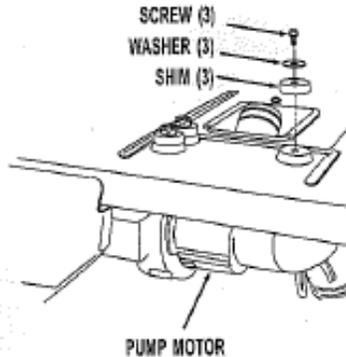

FIGURE 3
5. Support the failed pump motor in one hand and remove the three (3) screws securing the failed pump motor to the cabinet. Discard the screws, washers and shims removed. DO NOT USE THE OLD SCREWS, WASHERS AND SHIMS TO INSTALL YOUR NEW PUMP MOTOR. See figure 3.
5. Soutenir le moteur de la pompe défaillante avec une main, et enlever les trois (3) vis fixant le moteur de pompe sur la caisse. Jeter les vis, rondelles et cales. NE PAS RÉUTILISER LES VIEILLES VIS, RONDELLES ET CALES POUR L'INSTALLATION DU MOTEUR DE POMPE NEUF. Voir figure 3.